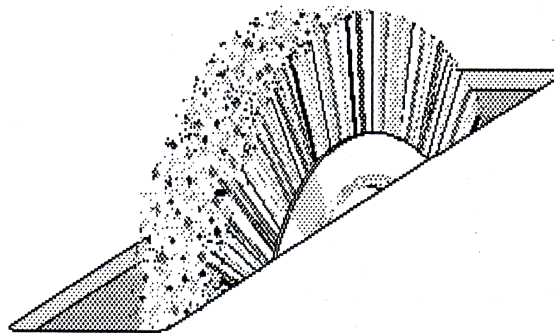

Figura 48
- 9) Vuelva a encender el motor y pase la llave recién cortada por el cepillo eliminador de rebaba (ver figura 48) para quitar cualquier viruta o rebaba.